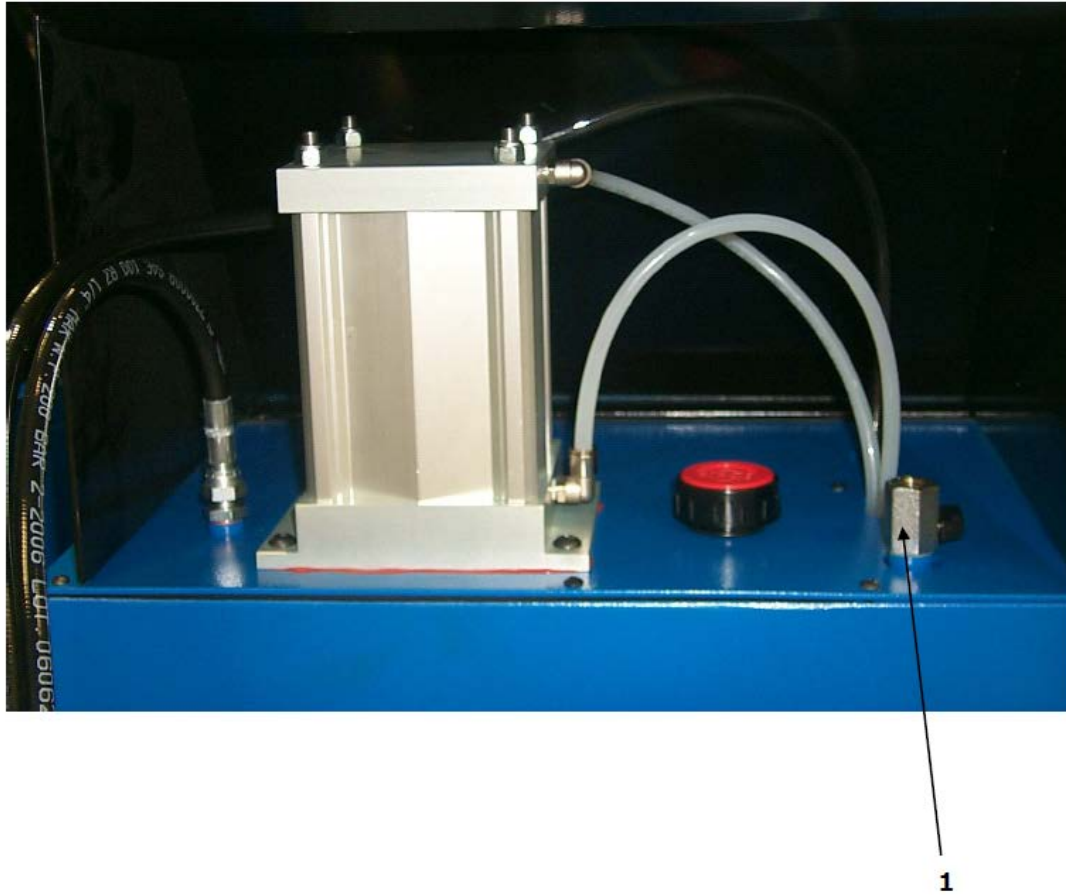

Рисунок 1
1. Подключите гидросистему (рис. 1, поз. 1). Поднимите опору для рукавов (рис. 5, поз. 2) и закрепите ее четырьмя соответствующими винтами к моющей направляющей (рис. 5, поз. 1) (СМ. ПЕРЕМЕЩЕНИЕ/ТРАНСПОРТИРОВКА).
3. Откройте заглушку (поз.5 рис.3) (поз.1 рис.1) на станке, чтобы пошел воздух, тогда мультипликатор начнет работать.